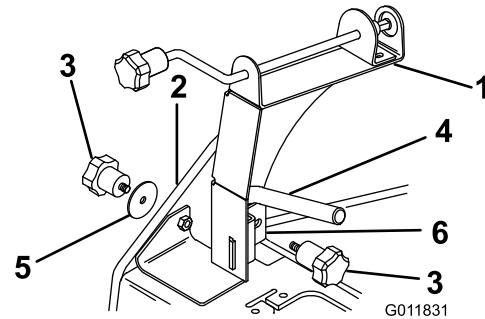

Figure 7
3. Placez le support d'orientation de la goulotte entre la poignée gauche et la plaque latérale (Figure 7).
4. Fixez le support au cadre avec un bouton et la grande rondelle (Figure 7).
5. Insérez la fixation de poignée dans la fente du support d'orientation de la goulotte, ajustez-la autour de la poignée et fixez-la avec un bouton (Figure 7).
2. Localisez le trou dans la plaque latérale du cadre du groupe de déplacement situé juste derrière et à gauche de la poignée gauche (Figure 7).